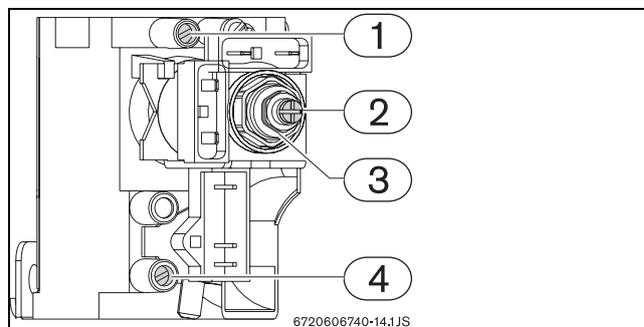

Fig. 27 Punti di controllo/regolazione gas
- Con una chiave di misura corrispondente, ruotare il dado (→Fig. 27, pos. 3):
- Premere e mantener premuto il tasto "Program" (→Fig. 27, pos. 4), contemporaneamente ruotare l'interruttore principale in posizione I (→Fig. 27, pos. 3).
- Tenere fermo il dado (→Fig. 27, pos. 3) con una chiave di misura corrispondente.
- Con un cacciavite **non magnetico** ruotare la vite (→Fig. 27, pos. 2):